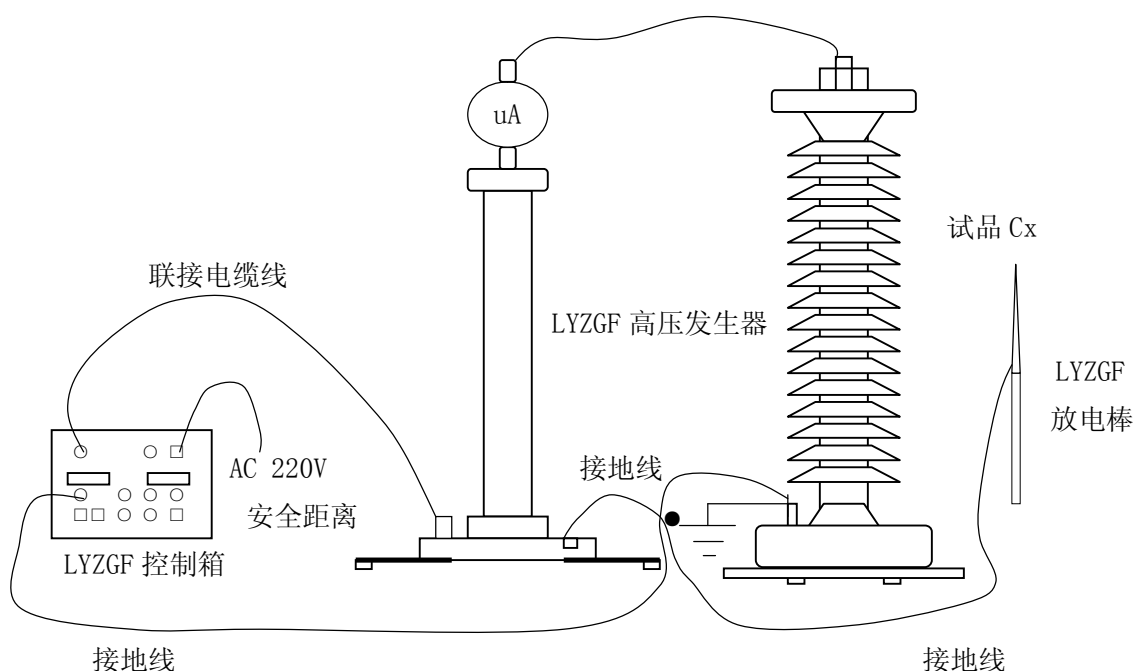

图 6 试品试验接线示意图及接地线联接方法
- 试验前请检查所有试验接线、控制箱、倍压筒和试品的接地线是否接好。试验回路接地线应按本说明书(图 6)所示, 一点接地。
(1) 直流发生器在使用前应检查其完好性, 联接电缆线不应有断路和短路, 设备无破裂等损坏。
(2) 将机箱、倍压筒放置到合适的安全的位置, 分别联接好电源线、电缆线和接地线。保护接地线与工作接地线以及放电棒的接地线均应单独接到试品的地线上(即一点接地)。严禁各接地线相互串联使用, 以免击穿时地电位抬高形成反击, 损坏仪器。(见图 6)